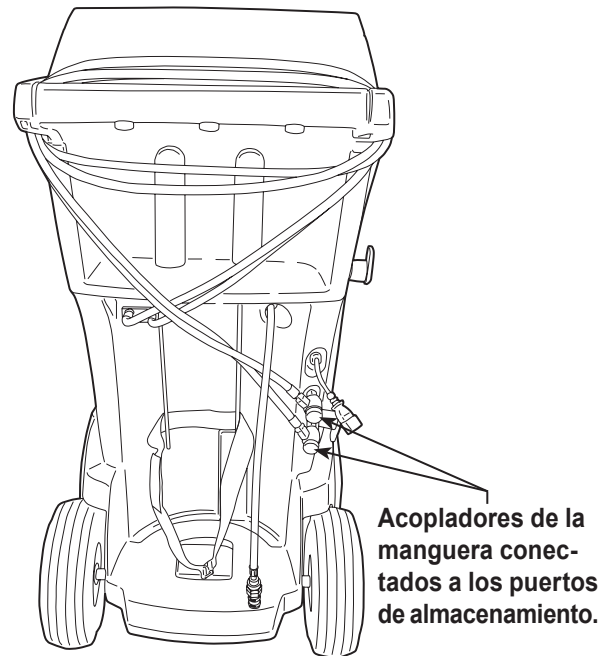

Figura 22
2. Enrolle las mangueras de servicio alrededor de la manija dos veces y conéctelas a los puertos de almacenamiento. Consulte Figura 22.